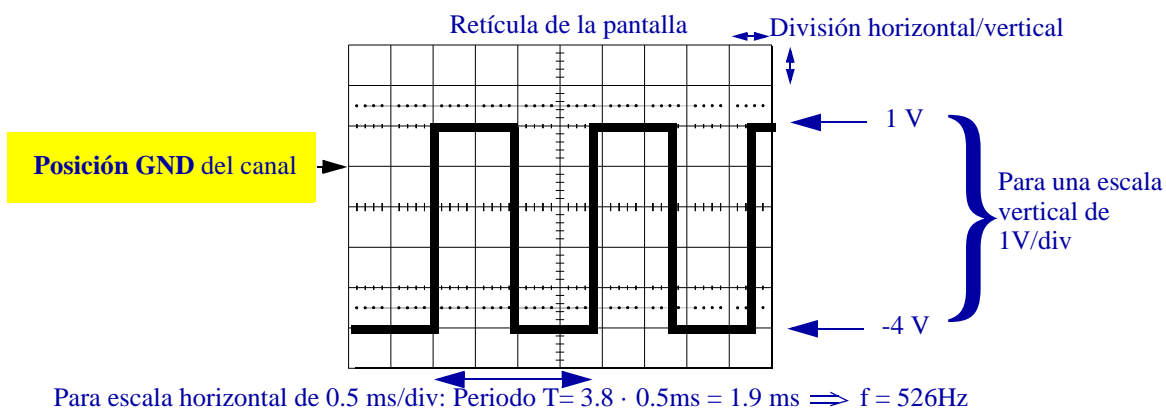

Figura 6: Ejemplo de representación de una señal cuadrada en el osciloscopio
En este modo de representación, que es el normal, se visualizan una o las dos señales de tensión que recibe por sus canales de entradas (13) a través de las puntas de las sondas. En la Figura 6 se observa un esquema de la pantalla cuando se visualiza una señal cuadrada, que usaremos como ejemplo. Como se observa, la pantalla está dividida en una retícula de cuadrados de **una división** de lado (aproximadamente un cm). En los ejes centrales, cada división se subdivide en 5 partes (0,2 división cada una) con el fin de afinar las medidas.
En el **ejemplo** de la Figura 6, la posición GND está en la primera división encima de la línea central. Como la escala es de 1 V/div y la señal oscila entre 5 divisiones verticales, su valor pico-pico es  $V_{pp} = 5 \text{ V}$ . Como el valor alto de la señal está 1 división por encima de GND, el valor alto de la señal es  $V_H = 1 \text{ V}$  (este **no es un valor digital** apropiado para las tecnologías que usaremos). En cuanto al valor bajo, como está 4 divisiones por debajo de GND, vale  $V_L = -4 \text{ V}$ .